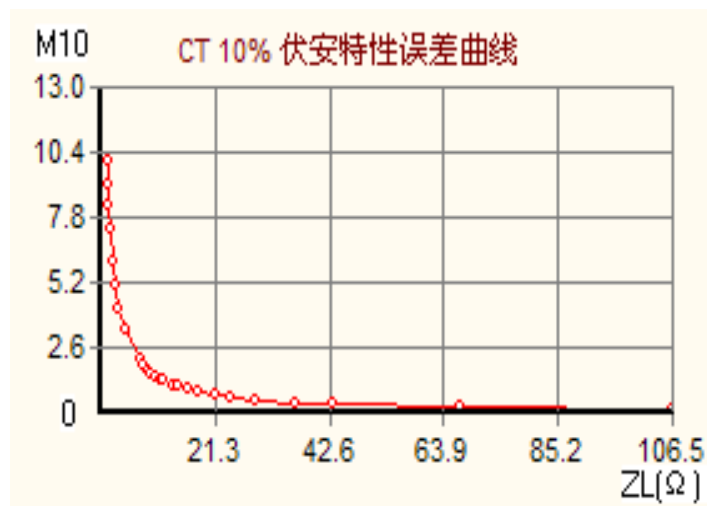

图 5.5 误差曲线图
2.) “保存误差曲线”是保存根据当前所选择的 CT 伏安特性试验数据计算出的误差曲线(含 EXCEL, WORD, 图像), 在弹出的“文件保存”中, 选择保存路径, 并输入文件名称保存文件和图像, 保存图像结果如图 5.5、5.6、5.7 所示。